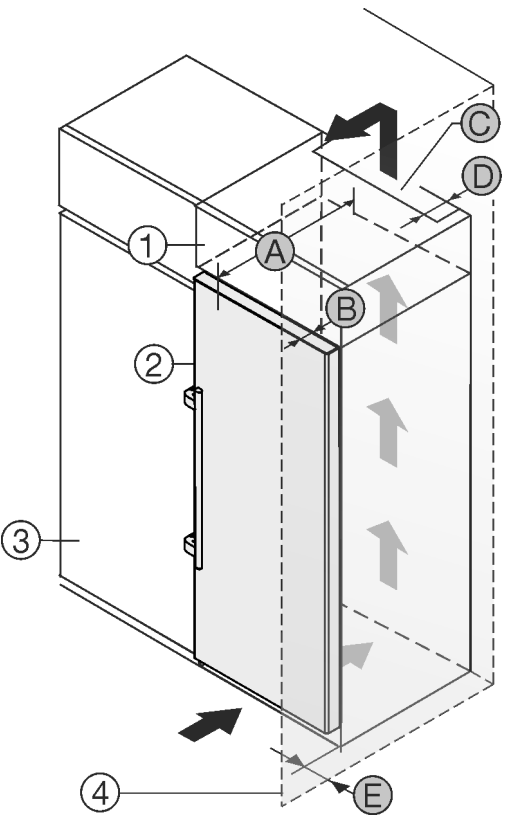

Fig. 2
Vous pouvez placer le réfrigérateur directement à côté de l'armoire de cuisine Fig. 2 (3).*
Une sortie d'air avec la profondeur Fig. 2 (D) doit être présente au dos de la rehausse sur toute sa largeur.*
La section de ventilation Fig. 2 (C) sous plafond doit être respectée.*
Si le réfrigérateur est installé avec les charnières près d'une paroi Fig. 2 (4), la distance entre le réfrigérateur et la paroi doit être d'au moins 57 mm. Cela correspond au dépassement de la poignée lorsque la porte est ouverte.*
Pour pouvoir ouvrir complètement les portes, le réfrigérateur doit dépasser de la profondeur de la porte Fig. 2 (B) par rapport à la façade du placard. L'appareil peut déborder encore plus en fonction de la profondeur des placards Fig. 2 (3) et de l'utilisation de cales d'épaisseur.*